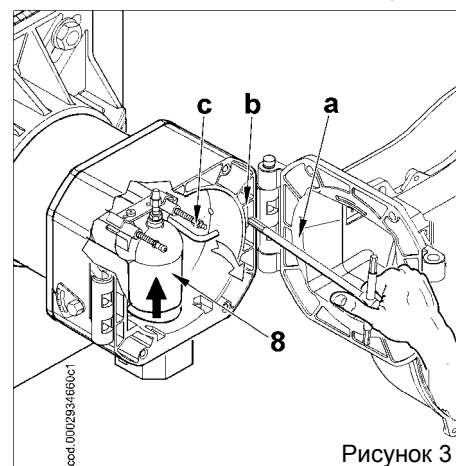

Рисунок 3
Убрав провода розжига и ионизации (3) с терминалов соответствующих электродов, полностью открутите гайку (4) и закрутите винт (5), продвигая его внутрь подводящего газового патрубка (8) на достаточную длину, чтобы обеспечить последующий демонтаж узла смесителя (см. рис. 3).
Слегка приподнимите подводящий газовый патрубок (8) (рисунок 3) и снимите весь узел смесителя в направлении, указанном стрелкой (9) на рисунке 4.